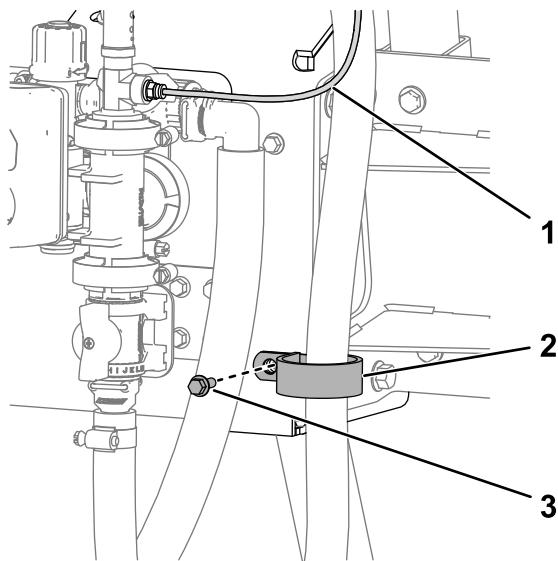

Figure 48
2. Fixez le flexible (180 cm) dans le trou inférieur du support à l'aide d'un collier en R, d'un boulon à embase ($\frac{1}{4}$ "-20 x $\frac{3}{4}$ ") et d'un contre-écrou à embase ($\frac{1}{4}$ "-20), comme montré à la Figure 48.